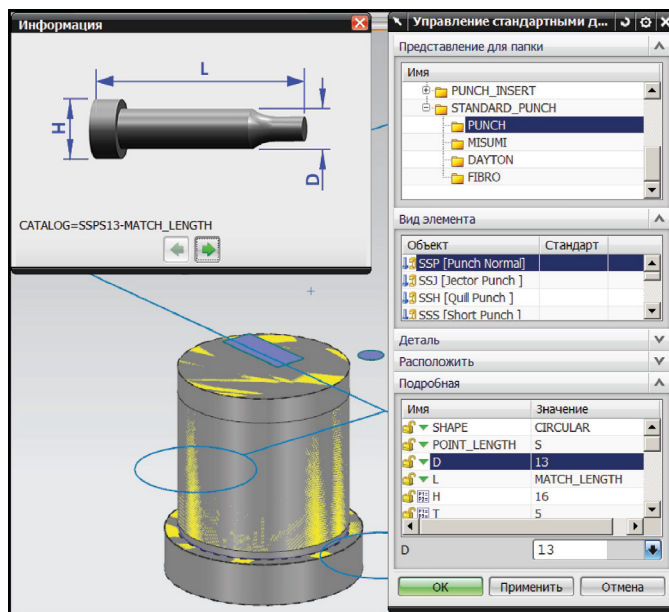

Рис. 8.14. Выбор стандартного пуансона
28. Выберите тип пуансона. В разделе **Представление для папки** укажите каталог *STANDARD\_PUNCH* (каталог пуансонов из библиотеки стандартных элементов), классификацию *PUNCH* (стандартные пуансоны МШПД). В разделе **Вид элемента** укажите тип загружаемого пуансона *SSP [Punch Normal]*. В разделе **Подробная** установите значения некоторых размеров пуансона в соответствии с размерами пробиваемого им отхода (рис. 8.14).